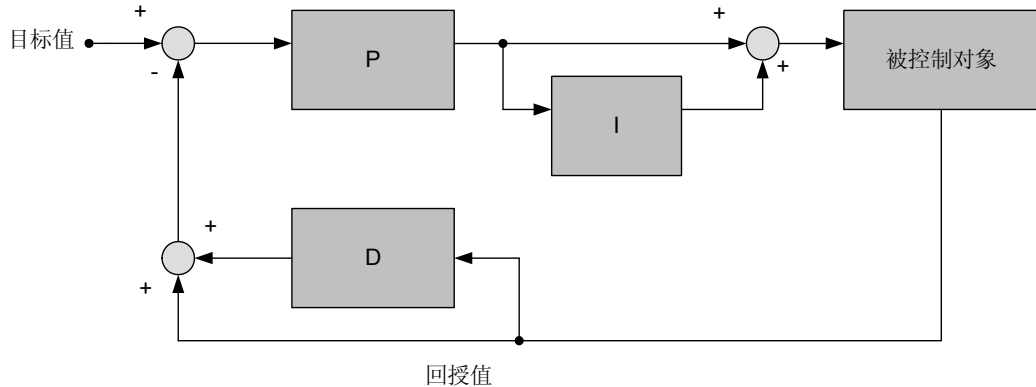
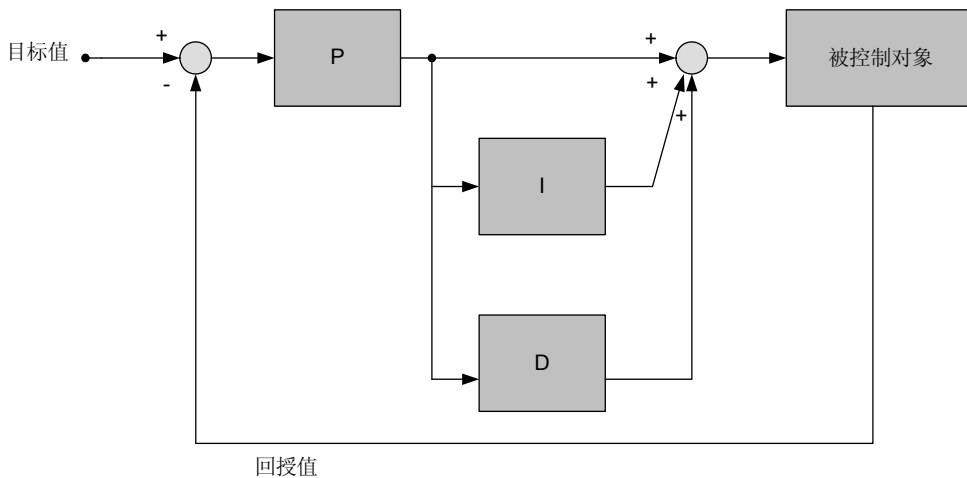

图 4.3.75 回授微分值 PID 控制
图 4.3.76 基本 PID 控制
- 当 10-03 设定 =x1xxb: 回授值微分 PID 控制, 设定 = x0xxb 基本 PID 控制, 详细解说图 4.3.75 与图 4.3.76。
于回授值微分 PID 控制, 回授值是被微分的。经由改变目标值与控制程序可得不同响应。调整 PID 参数应多加小心, 要保持系统稳定。参考图 4.3.75 回授微分值 PID 控制。
这是 PID 控制的基本形态。参考下图 4.3.76 基本 PID 控制。